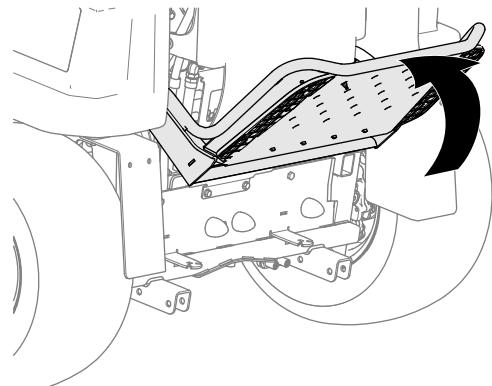

Figura 4
1. Eleve la plataforma del operador (Figura 4).